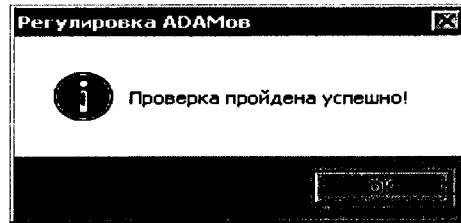

Рисунок 10 – Окно «Регулировка ADAMов»
- Провести проверку ADAM, для это нужно нажать кнопку «Проверка ADAM». В случае успешной проверки появится диалоговое окно «Регулировка ADAMов» с надписью «Проверка пройдена успешно!» (Рисунок 10), после чего нажать кнопку «ОК».